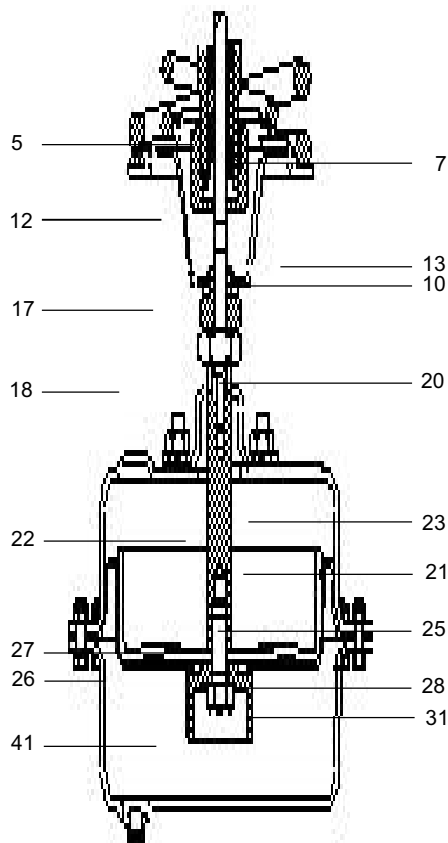

Fig. 9
3.4.2 Att byta ut kontrollfjäders (fjädrarna) (Fig. 9)
3.4.3 Att byta ut bälgätningssatsen (Fig. 9)